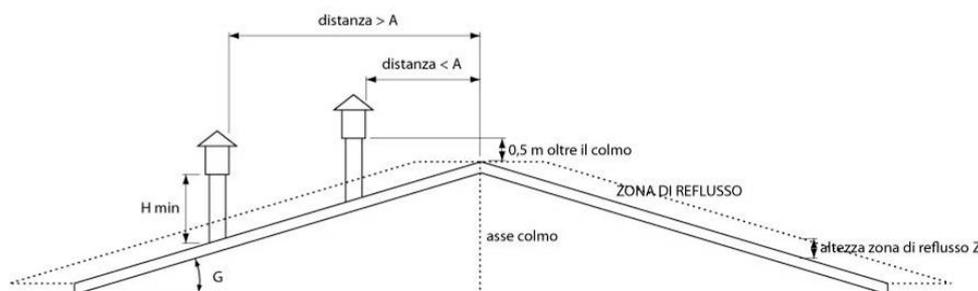

Fig.5
- La cheminée doit être positionnée de manière à garantir une dispersion et une dilution adaptées des produits de combustion et de toute façon en dehors de la zone de reflux. Cette zone a des dimensions et des formes différentes en fonction de l'angle d'inclinaison de la couverture, ainsi il est nécessaire d'adopter les hauteurs minimales reportées sur la fig.4 et sur la fig.5.
- La cheminée devra être de type anti-vent et dépasser la hauteur faîtage de la fig. 4 et fig. 5.